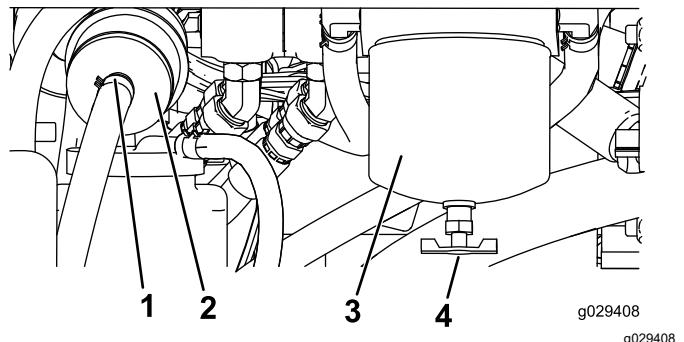

Figura 47
4. Individuate il filtro carburante sul lato posteriore del motore (Figura 47) e posizionate un recipiente pulito sotto di esso.
4. Individuate i filtri carburante sul lato destro del motore (Figura 47) e posizionate un recipiente pulito sotto di esso.
5. Pulite la superficie circostante la scatola del filtro (Figura 47).
6. Rimuovete la scatola del filtro e pulite la superficie di montaggio (Figura 47).
9. Installate a mano la scatola del filtro finché la guarnizione non tocca la superficie di appoggio, poi ruotate per un altro ½ giro (Figura 47).
10. Individuate il filtro in linea a sinistra della scatola del filtro del carburante (Figura 47) e prendete nota della direzione della freccia del flusso sul lato del filtro in linea.
11. Aprite i fermi su ciascuna estremità del filtro in linea ed estraete i flessibili (Figura 47). Gettate via il filtro.
12. Fate scorrere i flessibili sull'estremità di un nuovo filtro (Figura 47), assicurandovi che la freccia sul filtro sia rivolta verso il motore o la pompa elettrica del carburante.